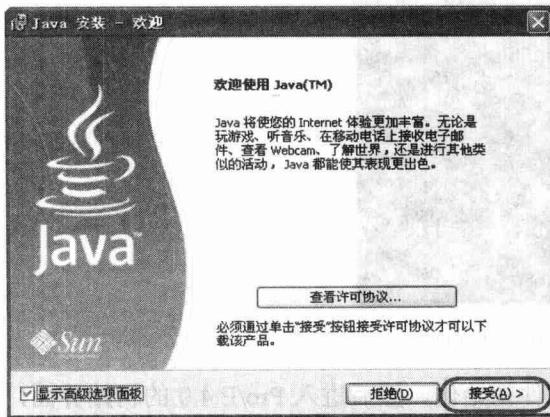

图 1-13 Java 安装界面
(12) 安装 Pro/ENGINEER 文件结束，并显示欢迎界面后，进入 Java 安装界面，如图 1-13 所示。